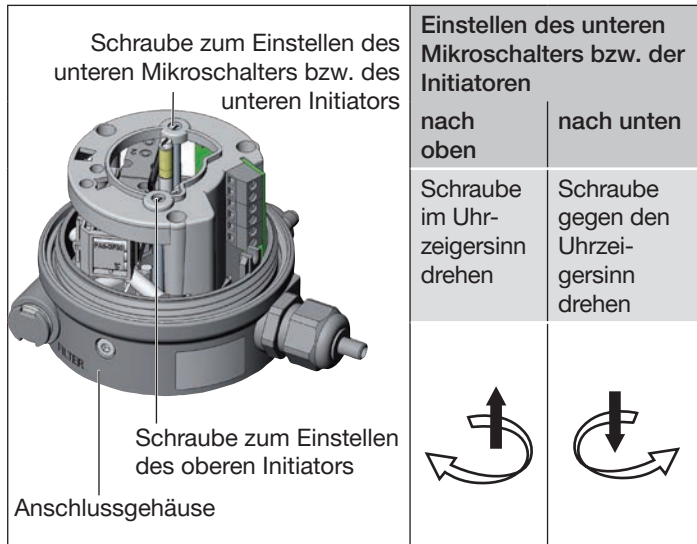

Bild 22: Einstellen des Mikroschalters bzw. der Initiatoren
- Den unteren Mikroschalter bzw. die Initiatoren über die Stellschraube(n) einstellen (siehe „Bild 22“).